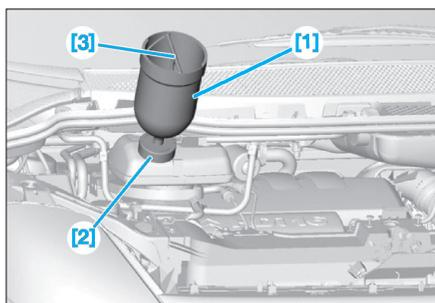

Fig. 18
- [1]. Cylindre de charge (réf : 4520-T) (Fig.18).
- [2]. Adaptateur pour cylindre de charge (réf : 4222-T) (Fig.18).
- [3]. Tige d'obturation pour cylindre de charge (réf : 4370-T) (Fig.18).
- Mettre en place les outils [1], [2] et [3] (Fig.18).